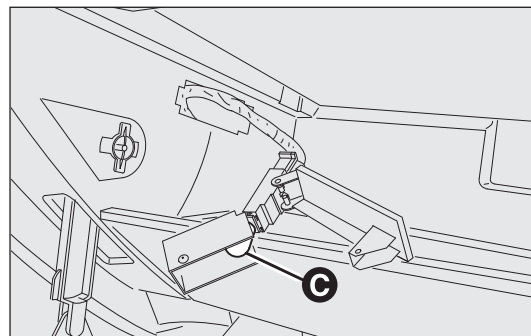

рис. 164
- ❑ замените лампу С – рис. 164 с нажимной установкой;